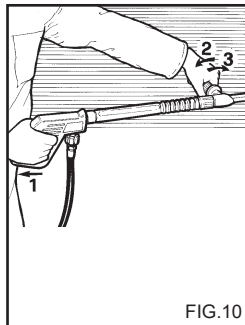

FIG.10
**ANVENDELSE AF DET DOBBELTE SPYD ELLER. (fig. 10)**